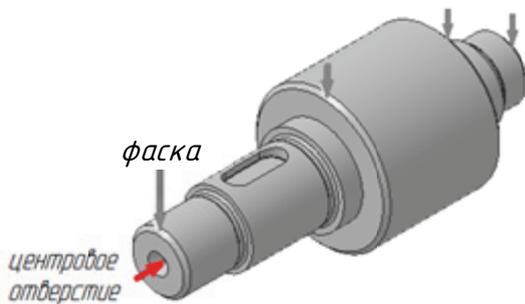

Рис. 7.28
- Нажмите кнопку  **Создать объект** на панели **Свойств**. Система выполнит построение центрального отверстия (рис. 7.28).
- На четырех круглых ребрах постройте фаски  длиной **1,6** мм под углом **45°** (рис. 7.28).